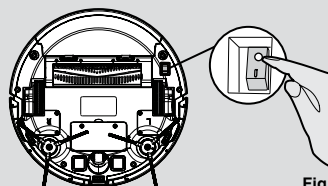

Fig. 9
Tænd for støvsugerrobotten med tænd/sluk knappen i bunden (1). [Fig. 9] Placer den foran opladningsstationen.
1. Tryk på TÆND/SLUK knappen på bunden af robotten. [Fig. 9]